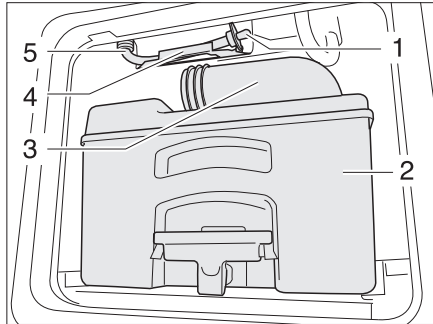

Bild 364 Ablaufschlauch Wassertank Toilette
- Kassette (Bild 364,2) an einer dafür zugelassenen Entsorgungsstelle entleeren und reinigen.
- Den Entleerungsstutzen (Bild 364,3) offen lassen.
- Ablaufschlauch (Bild 364,5) aus der Halterung (Bild 364,4) nehmen.
- Den Ablaufstößel (Bild 364,1) entfernen und Restwasser ausfließen lassen.